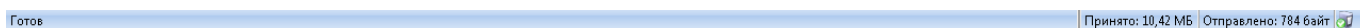

Рис.7.7.4. Панель состояния «Готов».
3. «**Готов**» - сообщение отображается в левой части панели состояния, по завершению процесса формирования данных или загрузки программы, рисунок 7.7.4.